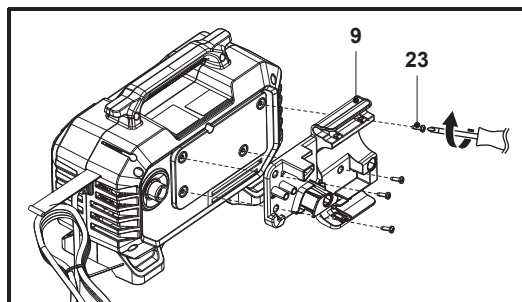

Fig. 1
Utilize uma chave de parafusos cruzada adequada (não fornecida) para apertar os 4 parafusos (ST4,8 x 16) (23) e fixe a placa de suspensão (9) na parte de trás da máquina (Fig. 1).